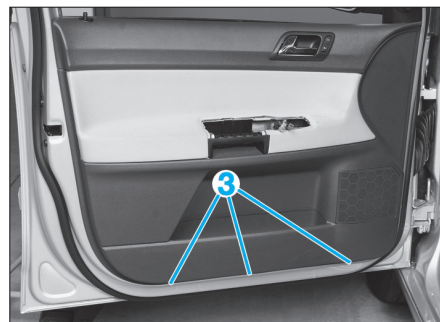

Fig. 56
- Déposer les 3 vis (3) (4 sur les versions 3 portes) (Fig.56).